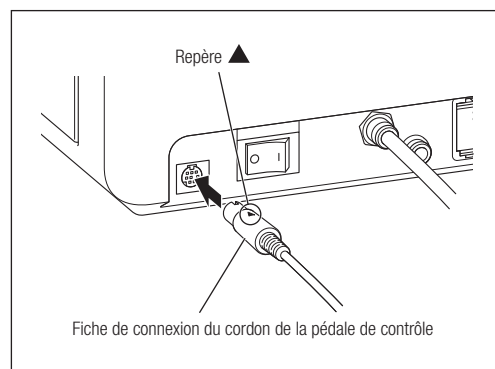

Fig. 5
- 2) Insérez la fiche de connexion de la pédale de contrôle dans la prise qui lui est destinée en gardant le repère ▲ dirigé vers le haut (Fig. 5).